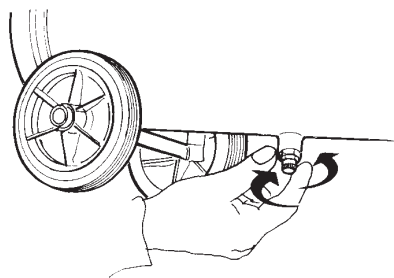

fig. 4
- controlar que el registro de descarga-condensación (*fig. 4*), situado debajo del tanque, se encuentre cerrado;
Antes de realizar cualquier tipo de operación en el compresor, separar el enchufe de la toma de corriente y efectuar la descarga de presión del tanque del aire, utilizando el registro de descarga-condensación (fig. 4); destornillar con cuidado para dejar que el aire salga lentamente, puesto que el tanque podría contener residuos metálicos.
### Descarga de la condensación (fig. 4)
- vaciar completamente el tanque del aire (fig. 4);